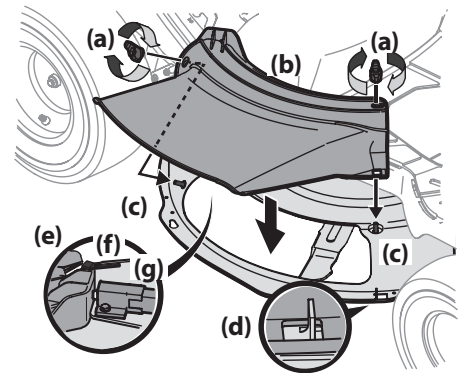

Figura 2-21
1. Extraiga las perillas de aleta (a) que instaló en la plataforma de corte y consérvelas para colocarlas posteriormente. Consulte la Figura 2-21.
2. Coloque el canal de la plataforma (b) en la abertura de descarga de la plataforma. La parte trasera del canal de la plataforma (b) debe estar debajo de la lengüeta (f) del soporte trasero de la plataforma (g). Los pernos prisioneros (c) de la superficie de la plataforma calzarán a través de los orificios de la parte superior del canal de la plataforma (b). La pequeña lengüeta (d) del borde de la plataforma calzará a través del recorte cuadrado de la parte inferior del canal de la plataforma (b). Consulte la Figura 2-21.
3. Sujete el canal de la plataforma (b) ajustando las perillas de aleta (a) que extrajo en el Paso 1. Consulte la Figura 2-21.